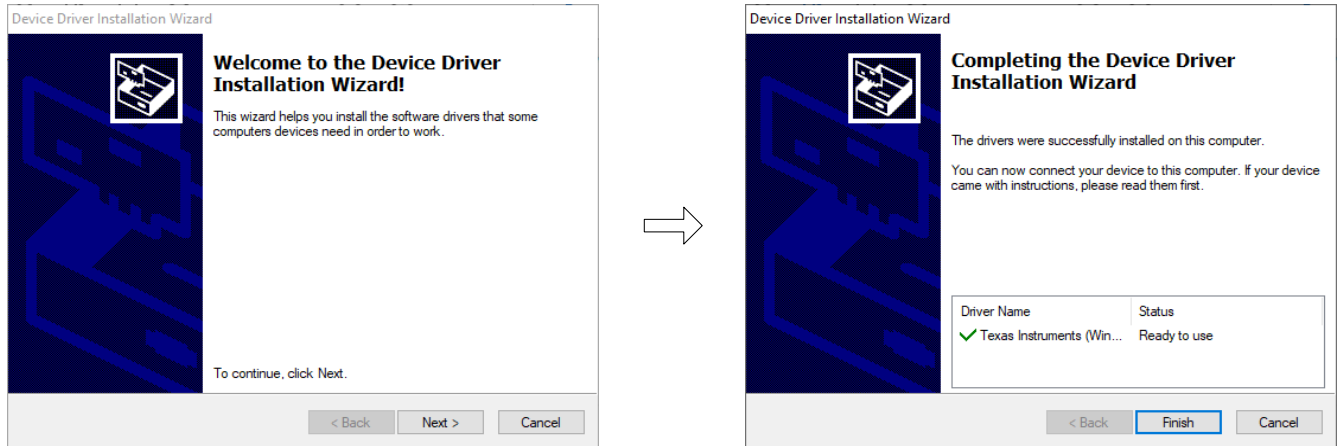

图 5-3. 器件驱动程序安装向导提示
- 在 ADS835x EVM GUI 安装过程中，屏幕上会显示器件驱动程序安装向导 (图 5-3)。点击 *Next* 按钮继续，然后在安装完成后点击 *Finish* 按钮。